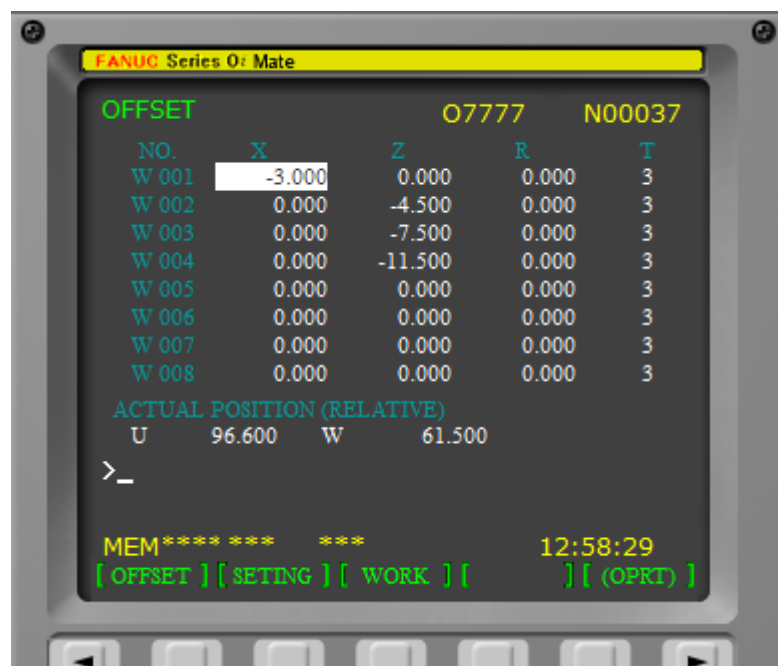

Рисунок 1.18 - Виставлення параметрів корекції інструменту
6.2. Для кожного інструменту параметри корекції являються індивідуальними. Встановіть їх як на рис. 1.18. Для введення параметру наберіть його значення з клавіатури і натисніть дисплейну клавішу «INPUT».